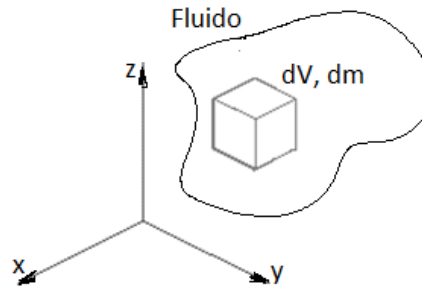

Figura 1: Selección de un diferencial de fluido para la determinación de la densidad.
**a) Densidad.** Es el cociente entre la masa de un cuerpo respecto al volumen o espacio que ocupa (por lo tanto, es el recíproco del volumen específico); sin embargo, cuando se habla de fluidos la medición de la densidad es crítica a escala microscópica. Considere el caso de la Figura 1, en donde se seleccionó un diferencial de volumen  $dV$  con una masa  $dm$ .